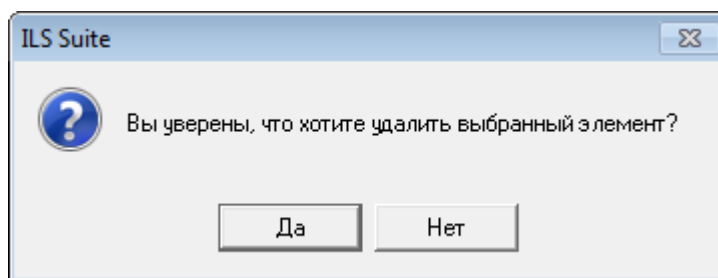

Рис. 13-410. Диалоговое окно
- 5) В открывшемся диалоговом окне нажать «Да» для подтверждения действия (рис. 13-410).